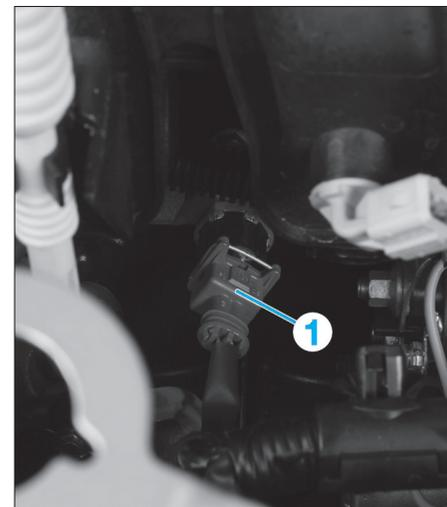

Fig. 2
- Débrancher le connecteur du capteur de cliquetis (1) (Fig.2).